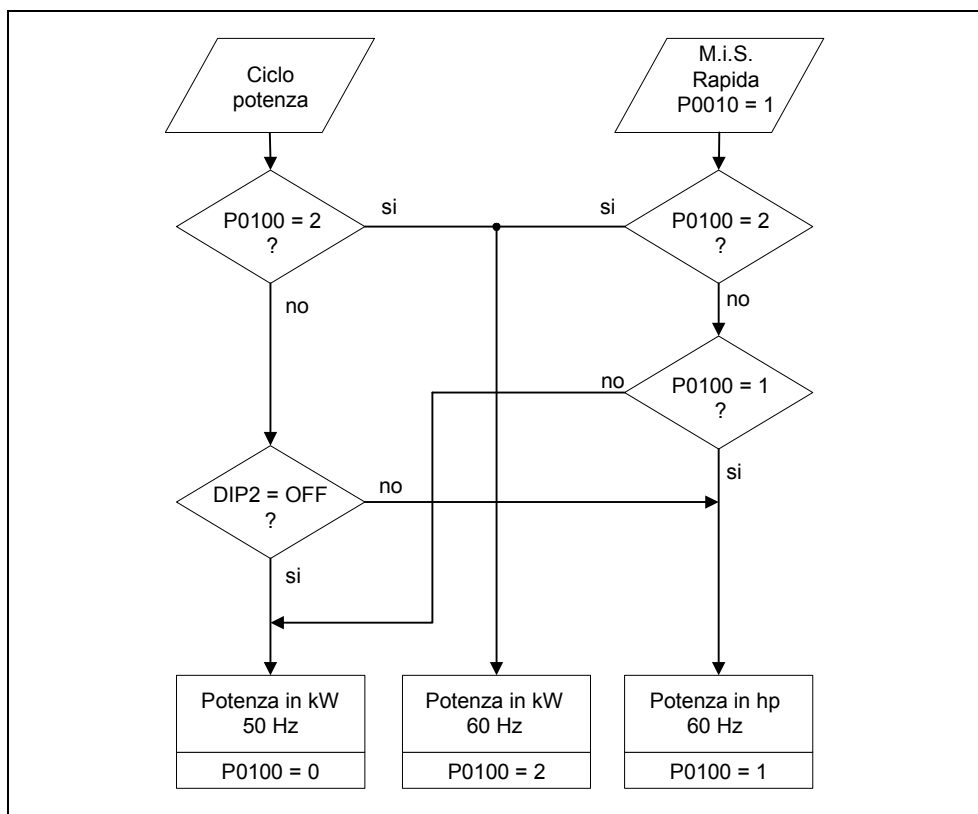

Figura 3-20 Funzione del selettore DIP2(2) in combinazione con P0100
La posizione dell'interruttore determina il valore del parametro P0100 come dal seguente diagramma (vedi Figura 3-20). A prescindere da P0100 = 2, l'impostazione 50/60 Hz (valore del parametro P0100) viene determinata dal selettore DIP2(2) dopo l'inserimento della tensione di rete.